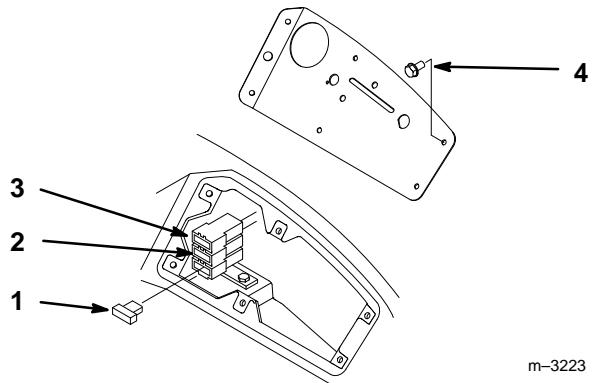

Figure 52
1. Dévisser le panneau de commande pour accéder au porte-fusibles (Fig. 52).
2. Tirer le fusible à remplacer hors du porte-fusibles (Fig. 52).